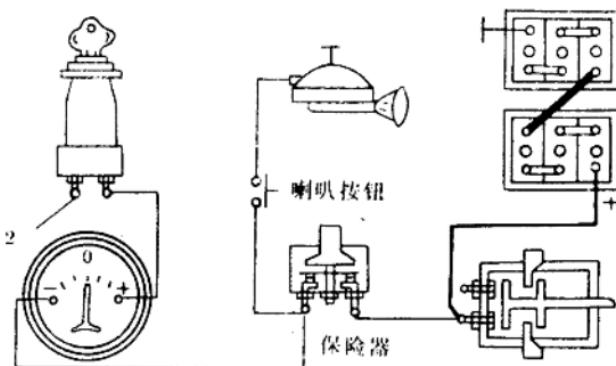

图 1-2 按喇叭进一步检查
(1)水温表等仪表指针不动,说明蓄电池至点火开关接柱2之间的电路(如图 1-2 所示)有断路故障,应按喇叭进一步查找。